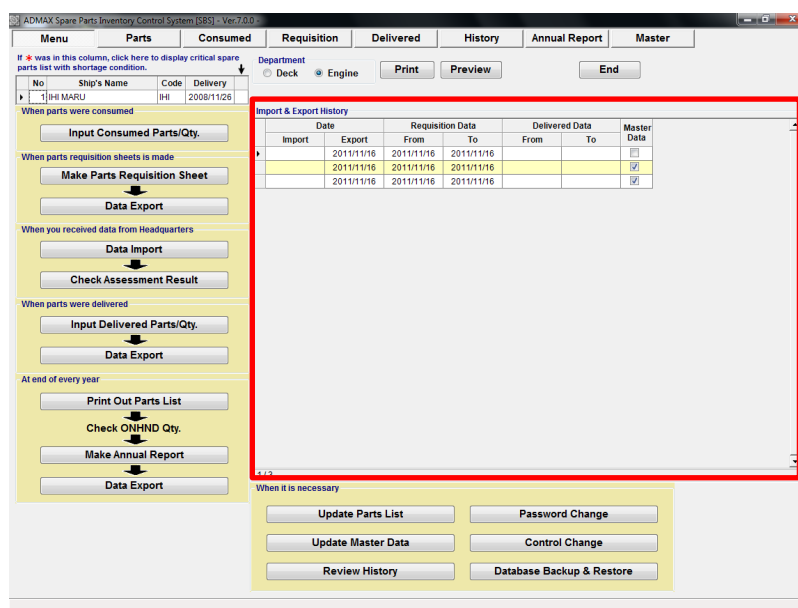

図 7.3 Menu
5. “Menu”画面(図 7-3)上で [Check Assessment Result]を選択します。